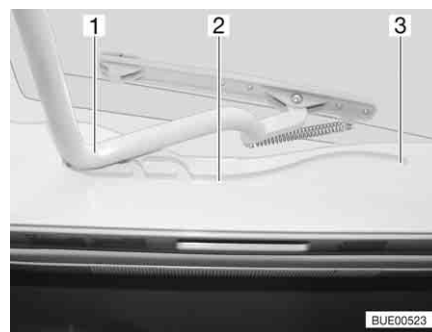

Fig. 90 Lanterneau Heki, glissière
- Tirer l'étrier (Fig. 90,1) dans les glissières (Fig. 90,2) jusque dans la position la plus reculée (Fig. 90,3).
- Pousser l'étrier (Fig. 90,1) légèrement vers le haut avec les deux mains.
- Tirer l'étrier dans les glissières (Fig. 90,2) jusqu'à la position souhaitée.